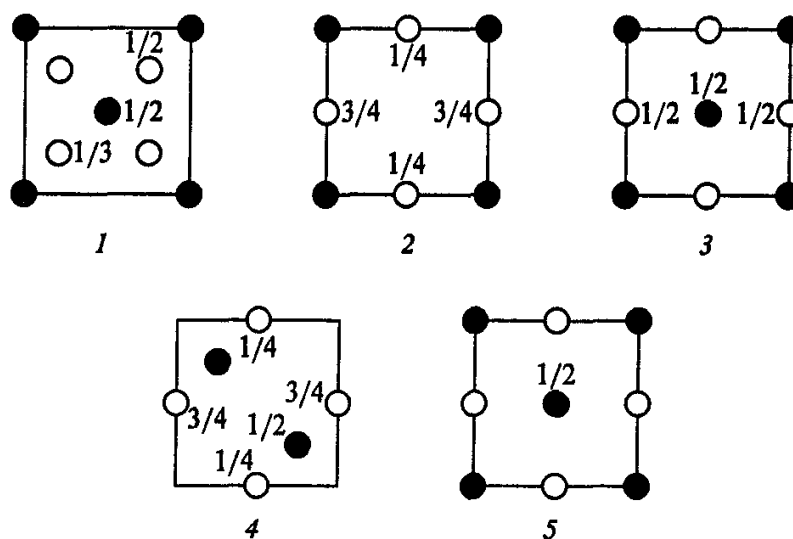

Рис. 4.3. К задаче 4.4
4.4. На рис. 4.3 приведены проекции элементарных ячеек тетрагональных кристаллов. Определить тип решеток Бравэ.